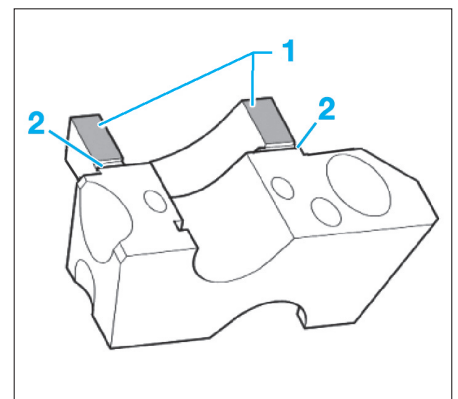

Fig. 38
- Appliquer sous les portées des chapeaux de paliers n° "1" et "4" (1) une fine couche de pâte d'étanchéité appropriée, en veillant à ce que le produit ne recouvre pas les gorges (2) (Fig.38).